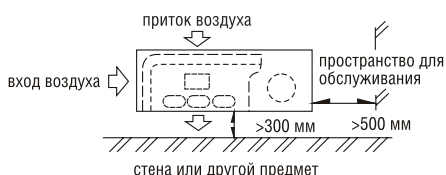

Рис.10
- Вокруг наружного блока кондиционера должно быть достаточно свободного пространства для монтажа и технического обслуживания (см. рис. 10). Не должно быть препятствий входу и выходу воздуха из кондиционера.